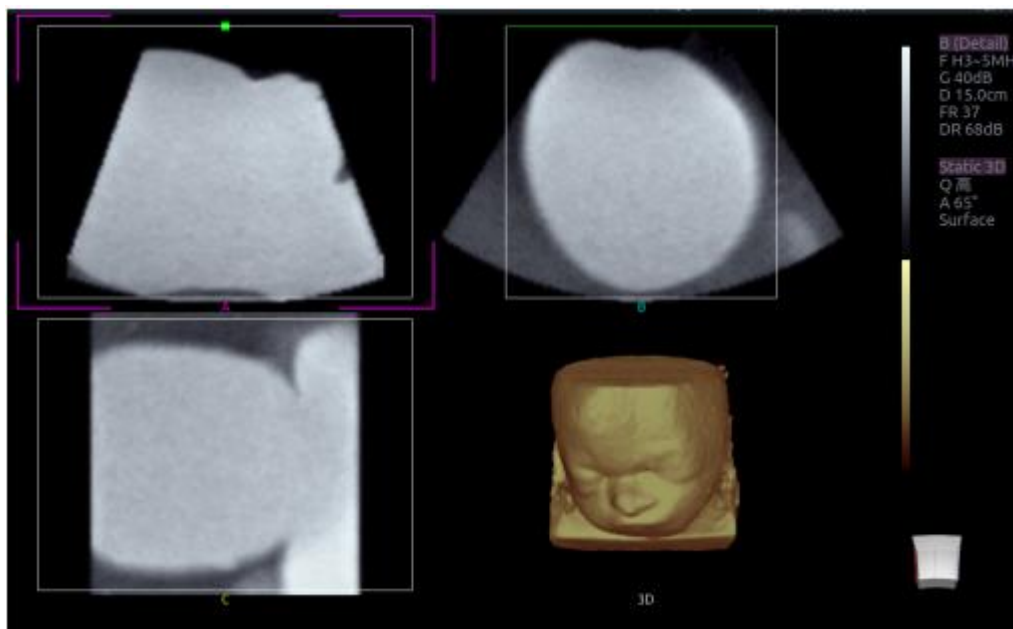

Рис. 5-4. Просмотр изображения 3D
- Существуют два режима визуализации: режим объемной визуализации и режим мультисрезовой визуализации. На рис. 5-4 показан режим объемной визуализации на разделенном на четыре поля экране с объемной визуализацией лица ребенка.